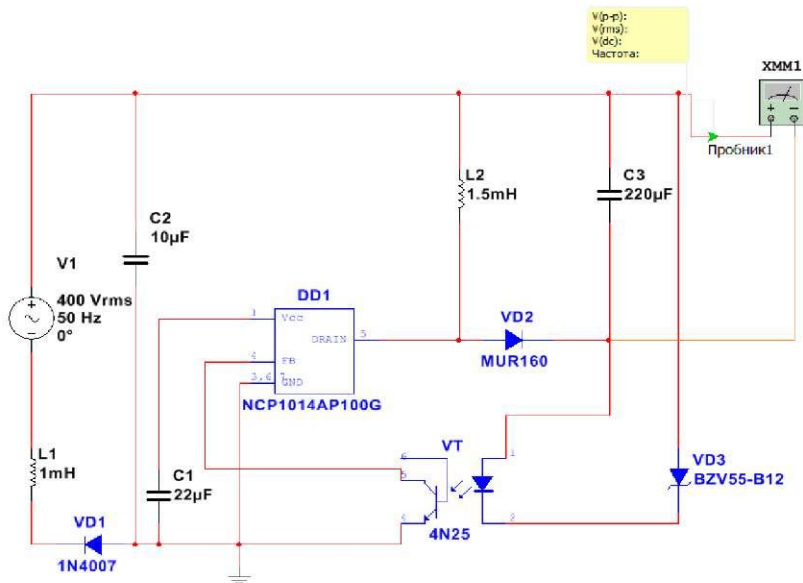

Рис. 4.9. Рабочая схема для изучения понижающего стабилизатора переменного напряжения в постоянное.
1. Собрать рабочую схему для изучения понижающего стабилизатора переменного напряжения в постоянное, (рис. 4.9).